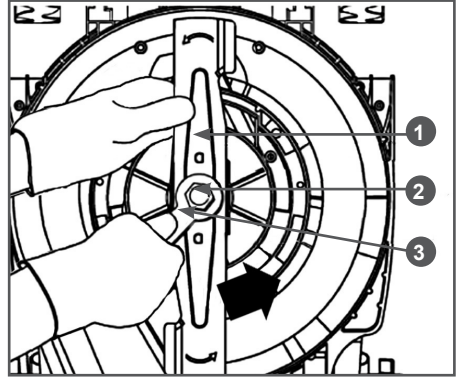

Рис. 14 Замена ножа
2. Переверните газонокосилку колесами вверх.левой рукой крепко держите нож 1, правой рукой открутите гаечным ключом 3 болт 2 крепления ножа против часовой стрелки (Рис. 14).